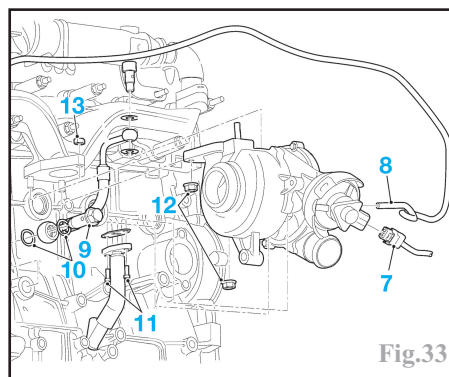

Fig.33
Déposer la vis du banjo (9) d'alimentation en huile du turbo sur le bloc cylindre (Fig.33).